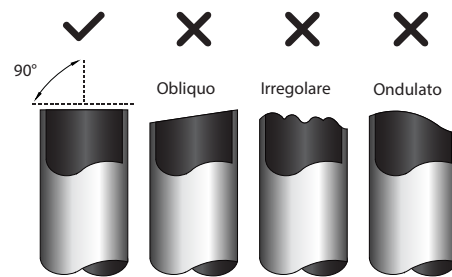

Fig. 7.4
1. Verificare che il tubo sia tagliato con un'angolazione esatta di 90°. Fare riferimento agli esempi di taglio non corretto riportati nella Fig. 7.4